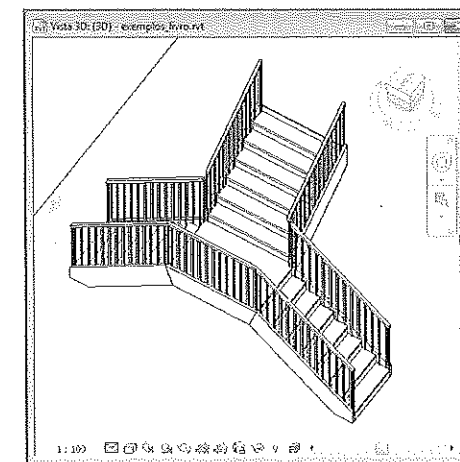

Figura 11.88 – Escada em T.
- Para terminar, clique em **Finalizar** duas vezes; uma para o modo **Croqui** e outra para edição da escada. O resultado está na Figura 11.88.